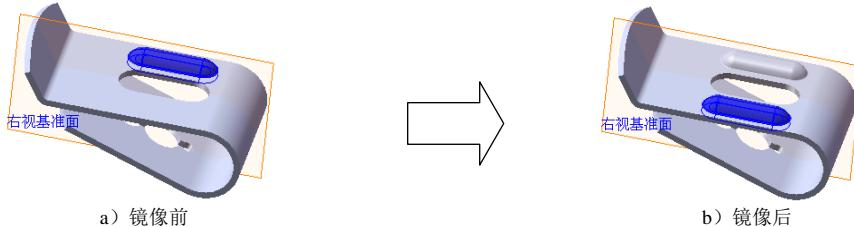

图 7.30 镜像 1
Step8. 创建图7.30所示的镜像1。
(1) 选择命令。选择下拉菜单**插入(I)** \rightarrow **阵列/镜向(E)** \rightarrow **镜向(M)...**命令。
- (2) 定义镜像基准面。选取右视基准面作为镜像基准面。
- (3) 定义镜像对象。选择成形特征 1 作为镜像 1 的对象。
- (4) 单击 按钮，完成镜像 1 的创建。